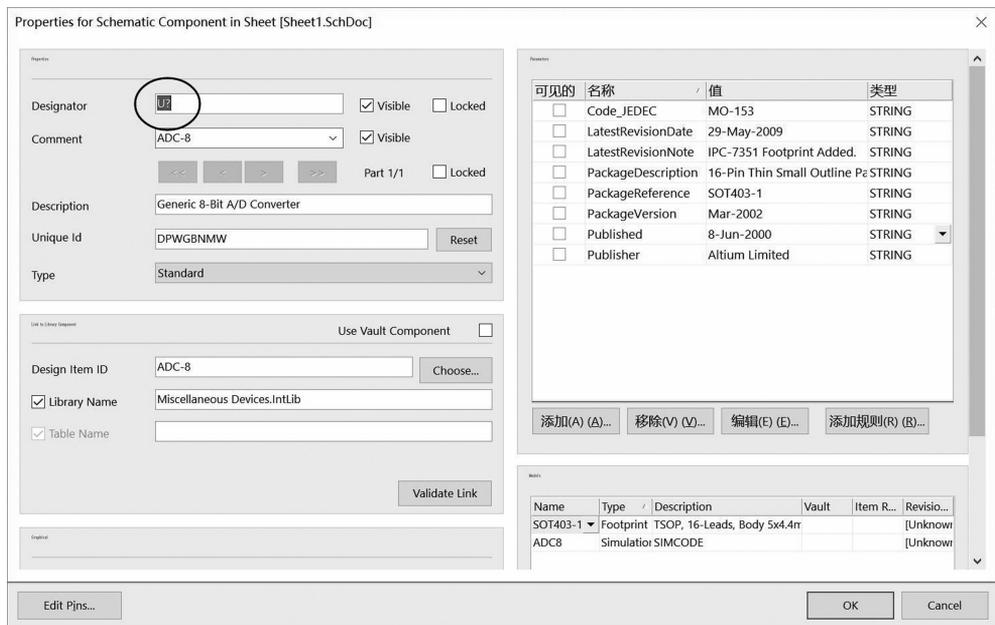

图 4-107 “元件属性”对话框
(1) 选中需要修改编号的元件，按键盘的 Tab 键，或者直接双击该元件，打开如图 4-107 所示的“元件属性”对话框。